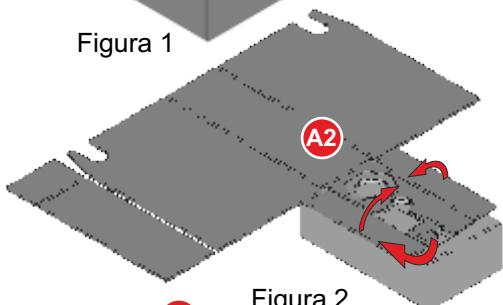

Figura 2
2) Piegare le alette del pezzo A2 come indicato dalle frecce in figura 2. La piccola aletta piegata verso il basso serve ad incastrarsi nel pezzo A3 per evitare la rotazione del blocco quando verrà fissata con la vite di ancoraggio. Posizionare seguentemente il dado B in ottone come indicato in figura 3. Saldare il dado B al pezzo A2 facendo attenzione a non ostruire la parte filettata interna.